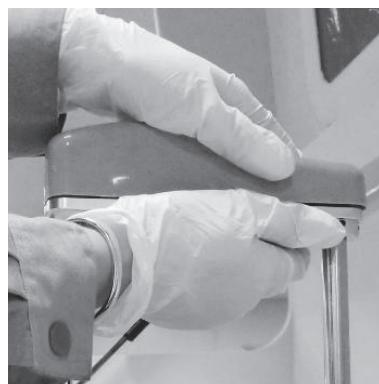

Figura 13-19 Remoção da tampa da agulha
2. Segurando suavemente a tampa da agulha com uma mão, move a tampa para o lado e, em seguida, solte do outro lado, pode derrubar a tampa da sonda após o levantamento, como mostrado na Figura 13-19.